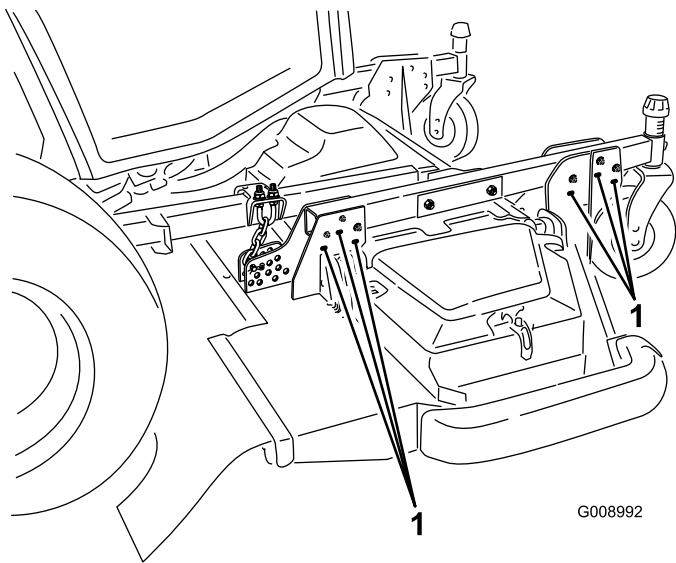

Figure 25
10. Pour obtenir des hauteurs de coupe de 102 à 153 mm (5 à 6 po), enlevez les boulons qui fixent les supports du tablier aux bras de pivot de hauteur de coupe, puis montez les supports du tablier dans les trous inférieurs (Figure 25).